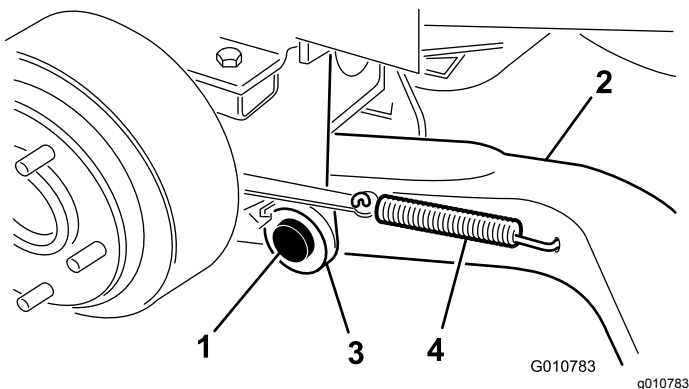

Bild 5
4. Befestigen Sie einen Hubarm (das Ende des Kugelgelenks muss nach außen zeigen) mit einem Lagerbolzen und einem Splint (5/32 x 1-3/4 Zoll) an der Schwenkhalterung (Bild 5).
6. Haken Sie die Bremsrücklauffeder in das Loch im Hubarm ein (Bild 5).